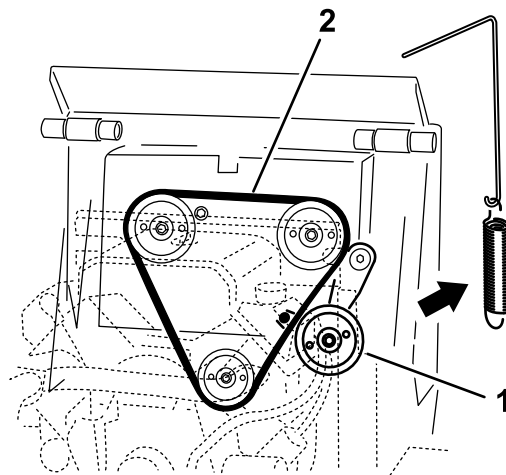

Figura 53
5. Retire el muelle de la polea tensora del conjunto de la polea tensora (**Figura 53**).
7. Instale una nueva correa de transmisión alrededor de las tres poleas (**Figura 53**).